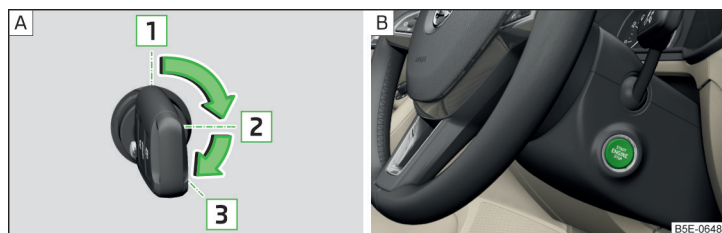

Fig. 229 Posicionamiento de la llave del vehículo en el contacto / Botón de inicio
» fig. 229 - A
➤ Presionar el botón » fig. 229 - B, el encendido es conectado/desconectado.
- En vehículos con **cerradura de encendido**, girar la llave en la posición **3** » fig. 229 de la pág. 196 - A, se realiza el proceso de inicio. Luego suelte la llave, el motor arranca automáticamente.
- En vehículos con **botón de inicio**, presionar brevemente el botón » fig. 229 de la pág. 196 - B, el motor arranca automáticamente.
- En vehículos con **cerradura de encendido**, girar la llave en la posición **1** » fig. 229 de la pág. 196 - A.
- En vehículos con **botón de inicio**, presionar el botón » fig. 229 de la pág. 196 - B, el motor y el encendido son desconectados al mismo tiempo.
➤ Mantener presionado el botón » fig. 229 de la pág. 196 -  o presionarlo dos veces dentro de 1 segundo.